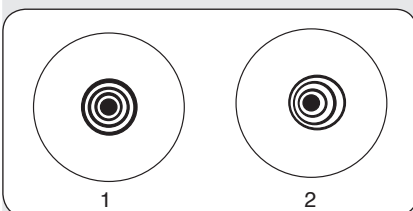

Abb. 32: richtige (1) und falsche (2) Kollimation.
5. Fahren Sie das Bild langsam aus dem Fokus heraus, bis Sie mehrere Kreise um das Zentrum des Sterns sehen. Wenn Schritt 1 bis 3 richtig durchgeführt wurden, werden Sie konzentrische (zueinander zentrierte) Kreise erkennen (1, Abb. 32).
Bei einem nicht sorgfältig kollimierten Gerät werden Sie exzentrische Kreise entdecken (2, Abb. 32). Justieren Sie mittels der drei Kollimationsschrauben am Gehäuse des Hauptspiegels solange, bis die Kreise innerhalb und ausserhalb des Fokus konzentrisch sind.